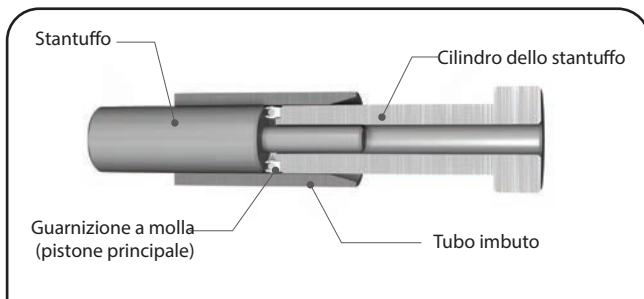

Figura 27: Tubo imbuto
- iv. Inserire il tubo dell'imbuto, prima il lato smussato, sopra lo stantuffo e la guarnizione a molla (parte superiore del regolatore). Fermarsi quando la guarnizione a molla (parte superiore del regolatore) si trova a circa metà strada all'interno del tubo dell'imbuto, come mostrato nella Figura 27.